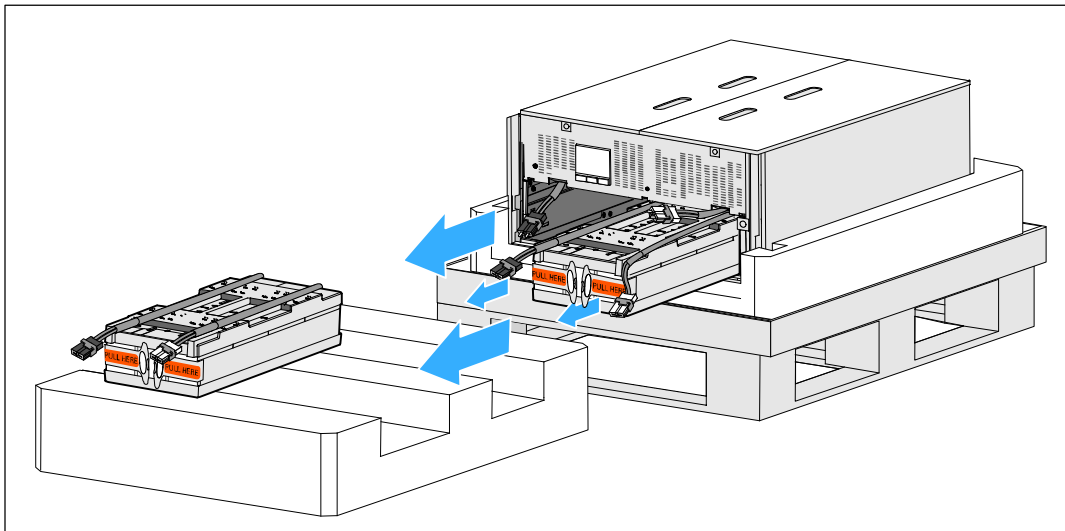

図 8. バッテリートレイの取り外し方
**7** UPSからバッテリートレイを取り外します（図 8を参照）：